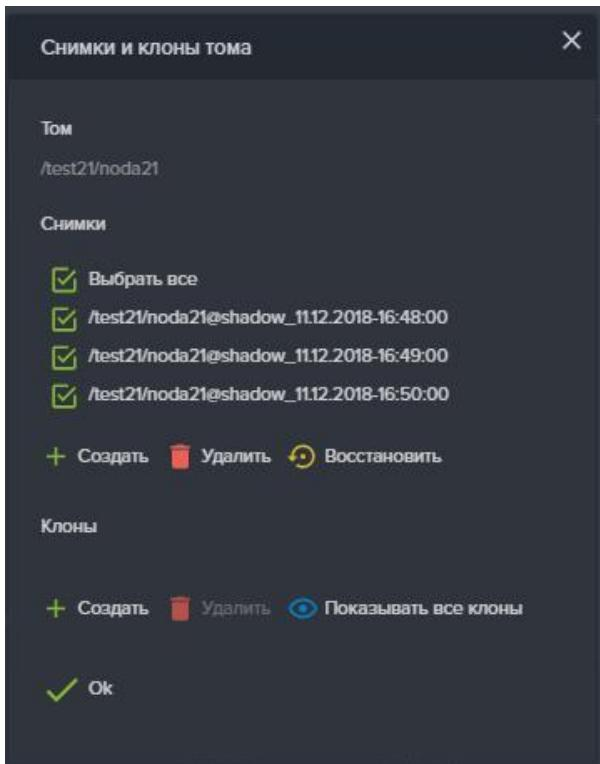

Рисунок 129. Окно снимков и клонов
3. В области «Снимки» выберите нужный снимок и нажмите на кнопку «Удалить» (см. Рисунок 129).